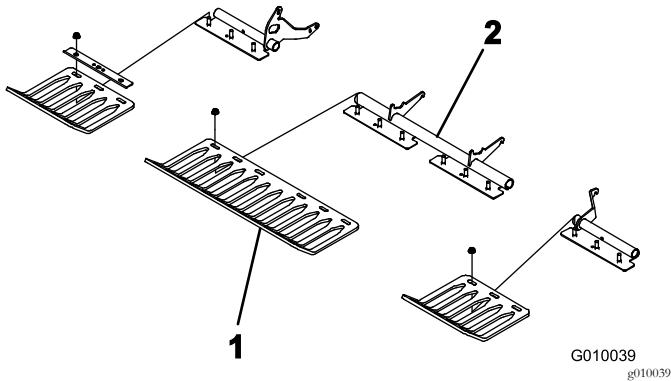

图23
4. 使用4个护草板夹具和12个凸缘螺母将护草板松松地安装到护草板支架上图23。切勿将紧固件拧得过紧。
注意 护草板夹具和凸缘螺母在出厂时已固定到护草板支架上图23。